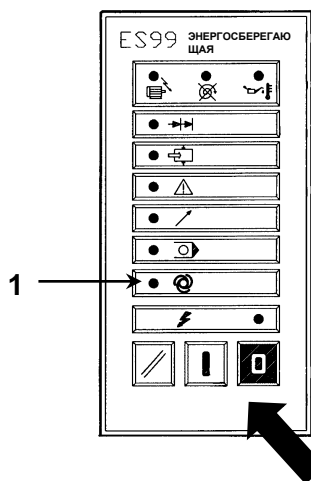

Рис. 24А
- Подайте питание на панель управления с помощью автоматического дифференциального выключателя линии (поз. 1 и поз 2, рис. 24).
- Запустите компрессор, нажав последовательно на кнопку "I", рис. 24А, и сразу же, припл. через 1 секунд, на кнопку "0", рис. 24А, чтобы остановить его.
ВНИМАНИЕ. Запуск установки происходит с задержкой в 10 секунд с момента подачи питания (мигает индикатор поз. 1, рис. 24А)